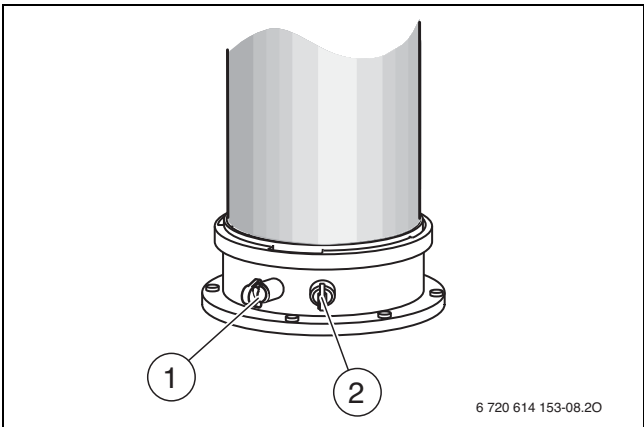

Fig. 52 Orificiul de măsurare a gazelor arse și orificiul de măsurare a aerului de ardere
- ▶ Îndepărtați dopul de la orificiul de măsurare a aerului de ardere (→ Fig. 52, [2]).
- ▶ Îndepărtați dopurile de la ștuțul de măsurare a gazelor arse (→ Fig. 52, [1]).